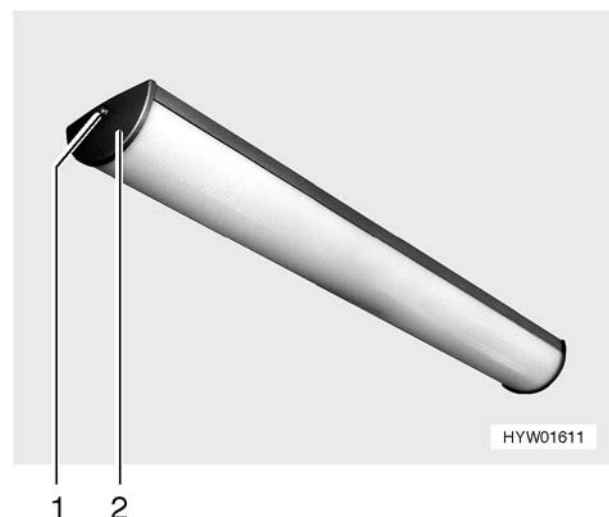

Bild 180 Wohnraumleuchte
- Schraube (Bild 180,1) herausdrehen und Abdeckung (Bild 180,2) abnehmen.